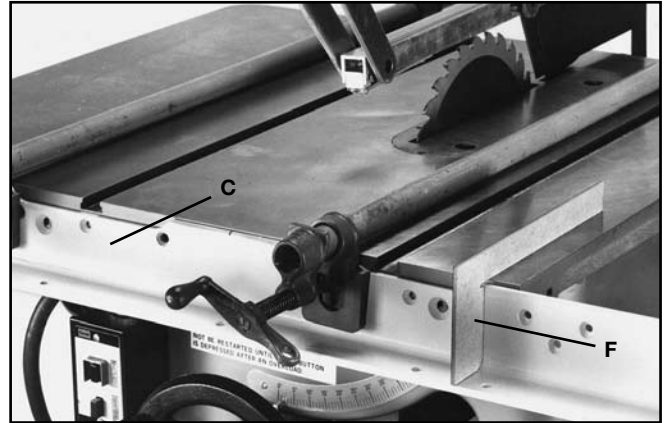

FIG. 16
2. À l'aide du gabarit (F), fig. 16, vérifier et régler la barre de guidage avant des deux côtés de la table de scie. S'assurer que la section horizontale de la barre de guidage avant (C) est parallèle avec le dessus de la table puis, serrer les serres. **La barre de guidage devrait être à 72,2 mm (2 27/32 po) sous le niveau du dessus de la table.**
3. Dès que la barre de guidage avant (C) est de niveau avec la surface de la table de scie, transpercer quatre trous de $\frac{1}{4}$ po (6 mm) dans la table de scie en utilisant les trous fraisés de $\frac{1}{4}$ po (6 mm) de la barre de guidage avant comme gabarit. **IMPORTANT : avant de transpercer la table de scie, vérifier qu'il n'y a aucun obstacle, comme des rails de roulement, derrière le bord avant de la table de scie.**
4. Fixer la barre de guidage avant (C) à la table de scie au moyen des quatre longues vis à tête plate de $\frac{1}{4}$ -20 x $1\frac{1}{4}$ po (6 mm-20 x 32 mm), rondelles plates, rondelles de blocage et écrous hexagonaux fournis.